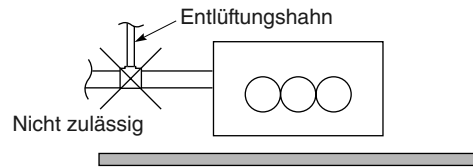

Abb. 3-142
- Keinen Entlüftungshahn anbringen, da dies zu einem Herausspritzen von Wasser aus der Ablaufleitungsöffnung führen kann. (Abb. 3-142)